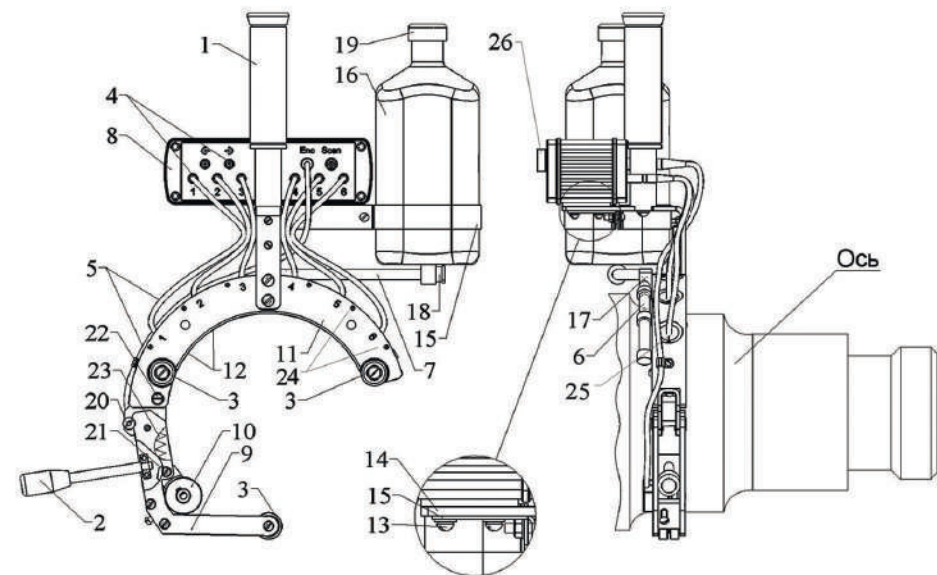

Рис. 1
Общий вид УСО-1ТМ представляет Рис.1. Наименование основных элементов устройства представляет Таблица 3.
Примечание: изображение оси на рисунке (Рис. 1) показано условно.
Попадание токопроводящей жидкости (например, воды) на контакты разъемов мультиплексора (Рис. 1, позиция 4) недопустимо.
Остерегайтесь также попадания воды внутрь корпуса мультиплексора (Рис.1, позиция 8) при установке бачка (пункт 1.8.4), когда винты (Рис.1, позиция 13) вынуты из резьбовых гнезд.
1.7.3.2 Проверить легкость вращения опорных роликов (Рис. 1, позиция 8).
1.8.1.3 При одноканальном режиме работы, переключение преобразователей выполняется в ручном режиме с помощью переключателя, расположенного на задней панели мультиплексора (Рис. 1, позиция 26). При этом положения «BR1....BR4» соответствуют схемам 1 ... 4. Загрузка настройки, соответствующей подключенным преобразователям должна выполняться оператором
1.8.2.2 Взять устройство за ручку (Рис. 1, поз. 1) и, располагая его с внешней стороны колесной пары, отжимая ручку поз. 2 в верхнее положение, установить на неподвижную часть оси.